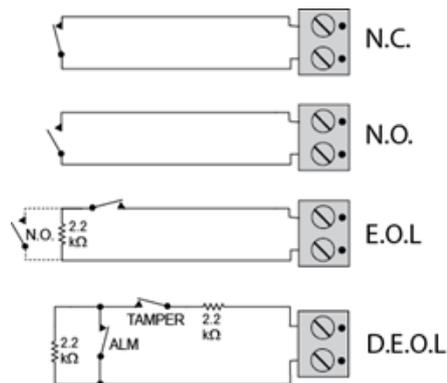

Figure 4. Exemples de câblage d'entrée AUX
- D. Pour la supervision de la fin de ligne (EOL) : Vous pouvez utiliser des contacts de capteur Normal. fermé (N.C.) ou Normal. ouvert (N.O.), comme indiqué sur la Figure 4. Une résistance E.O.L (boucle fin de ligne) de 2.2kΩ doit être ajoutée à l'extrémité de la boucle de la zone. Un message d'alerte est envoyé lorsque la boucle est ouverte ou court-circuitée.
- E. Pour la supervision de double fin de ligne (DEOL) : Vous pouvez utiliser deux contacts de capteur Normal. fermé (N.C.), comme indiqué sur la Figure 4. Deux résistances E.O.L (boucle fin de ligne) de 2.2kΩ doivent être câblées à l'extrémité de la boucle de la zone ouverte ou court-circuitée. Les messages d'événement sont transmis en fonction des entrées connectées, par exemple les contacts Alarme ou Autoprotection.